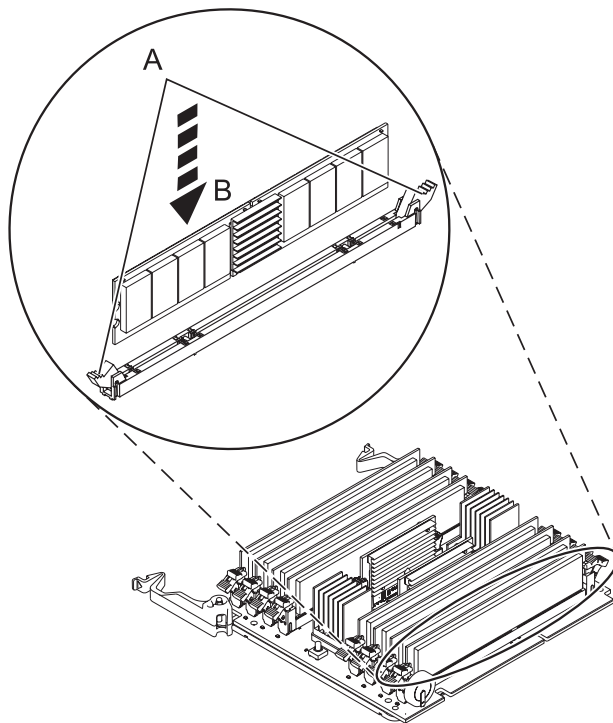

Figura 13. Sustitución de un módulo de memoria
13. Asegúrese de que los pasadores de fijación del conector (A) estén hacia afuera en la posición de desbloqueo, como se muestra en la Figura 13 en la página 16, antes de instalar un módulo de memoria nuevo.
14. Sostenga con cuidado el módulo de memoria (B) por los dos bordes y alinéelo con el conector.